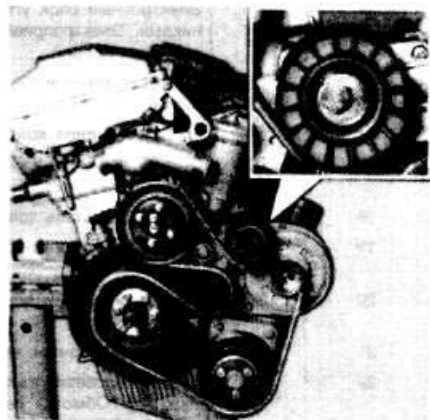

Рис. 14-3. Расположение регулировочного болта натяжителя ремня привода генератора автомобилей с 6-цилиндровым бензиновым двигателем
- На автомобилях с шестицилиндровым двигателем отвернуть болт натяжителя ремня и снять ремень (рис. 14-3).
- Снять пластмассовый колпачок с натяжного ролика ремня (рис. 14-3).